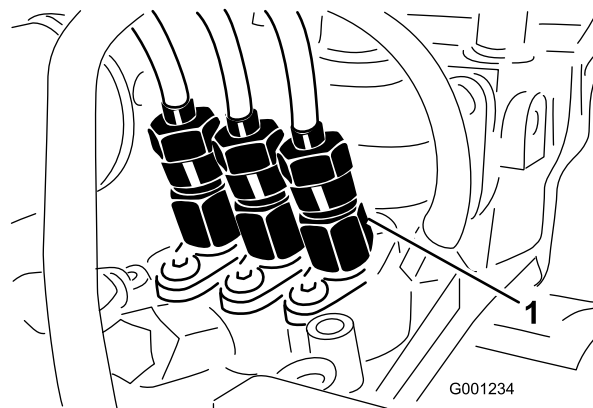

Figure 55
1. Desserrez l'écrou de tube sur l'injecteur n° 1 et le porte-injecteurs sur la pompe d'injection (Figure 55).